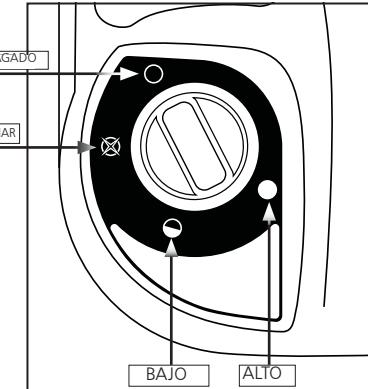

Figura 1: Pomo de control
- Asegúrese de que el pomo de control de cuatro posiciones esté en la posición "OFF"  consulte la figura 1.
• Una vez que el mosaico del quemador se haya puesto de color naranja brillante, ajuste la salida de calor girando el pomo de control hasta la posición deseada (ajuste "LO" o "HI"). Figura 1.